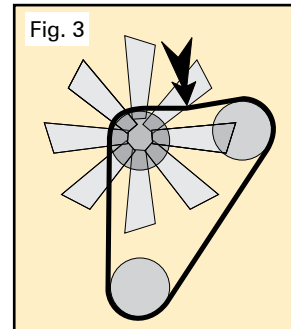

Fig. 3
- La tension est correcte si la courroie présente une flèche de 10-15 mm (Fig. 3) (pour la procédure de réglage, se reporter au manuel d'entretien).